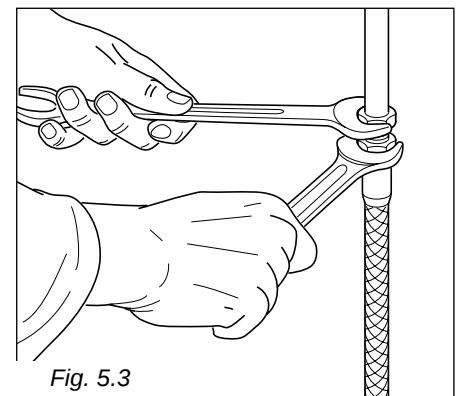

Fig. 5.3
- Desenrosque y quite el tornillo que fija el quemador (fig. 5.3)